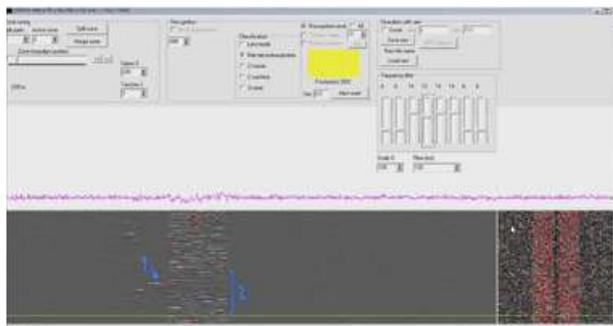

Рис. 7. Паттерн при взрыве петарды на ОКГТ
- сильный эффект от взрывной волны (рис. 7, отм. 1) плюс резонирующее воздействие (рис. 7, отм. 2) при использовании системы с подстройкой частотных фильтров;